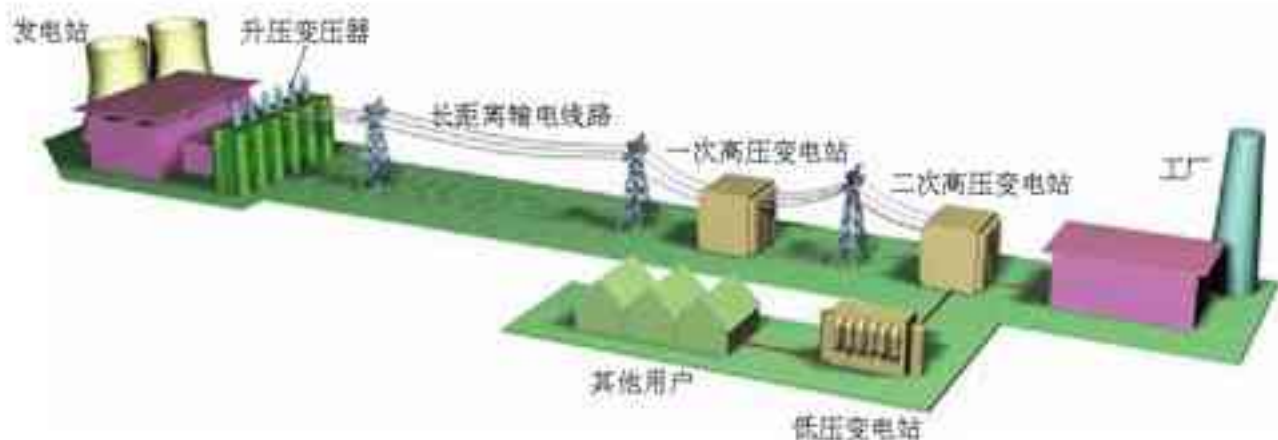

图 5.5-3 输电过程示意图
① 实际上电厂供给的电能要经过多次转换才能到达用户（见图5-5-3），这里只讨论原理，所以把问题简化了。